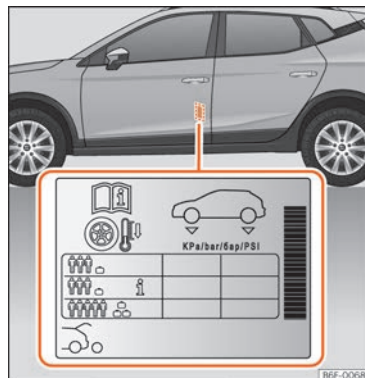

Abb. 188 Einbauort des Aufklebers für den Reifenfülldruck.
- Passen Sie bei größerer Zuladung den Reifendruck entsprechend an »» (Abb. 188).
Die Angaben zum Reifenfülldruck befinden sich auf dem Aufkleber an der Fahrertürsäule »» (Abb. 188).
fülldruck entsprechend dem auf dem Reifenfülldruck-Aufkleber angegebenen maximalen Wert erhöht werden »» (Abb. 188).
Füllen Sie bei einem minimierten Notrad (125/70 R16 oder 125/70 R18) auf einen Druck von 4,2 bar, gemäß Angabe auf dem Aufkleber mit den Reifendruckwerten »» (Abb. 188).
Je nach Fahrzeug kann der Reifenfülldruck auf halbe Last eingestellt werden, um den Fahrkomfort zu verbessern (Reifenfülldruck **i** »» (Abb. 188)). Beim Fahren mit Komfort-Reifen kann sich der Kraftstoffverbrauch leicht erhöhen.
- **Der Fahrer ist verantwortlich für den richtigen Reifenfülldruck an allen Reifen am Fahrzeug. Der empfohlene Reifenfülldruck befindet sich auf einem Aufkleber »» (Abb. 188).**
- **Immer den richtigen Reifenfülldruck am kalten Reifen einhalten, wie auf dem Aufkleber angegeben »» (Abb. 188).**